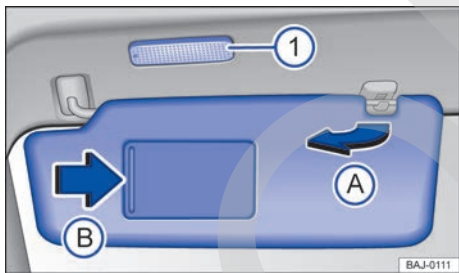

Fig. 73 En el revestimiento interior de la parte delantera del techo: parasol.
- Se pueden extraer del soporte y girar hacia las puertas → fig. 73 (A).